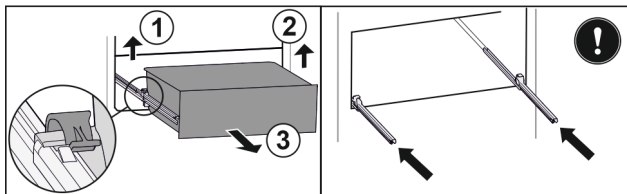

Fig. 142
- ▶ Dvignite levo spojko in hkrati povlecite predal levo naprej. Fig. 142 (1)
- ▶ Dvignite desno spojko in hkrati povlecite predal desno naprej. Fig. 142 (2)
- ▶ Predal vzemite ven v smeri naprej. Fig. 142 (3)